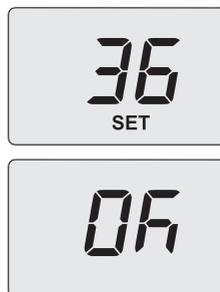

Figura 5.54
- Utilizzando i tasti 12 o 13 è possibile modificare il valore del parametro 10 da **00=0s** a **100=500s** (ogni aumento o diminuzione di una unità sul display corrisponde a 5 secondi). Es. 36=180 secondi. Sul display compare la scritta **"SET"** (Figura 5.54).
- Premendo il tasto 14 (Figura 5.51) si ottiene la conferma del valore inserito. Sul display appare per 3 sec. la scritta **"Ok"** (Figura 5.54), per poi visualizzare la lista dei parametri.